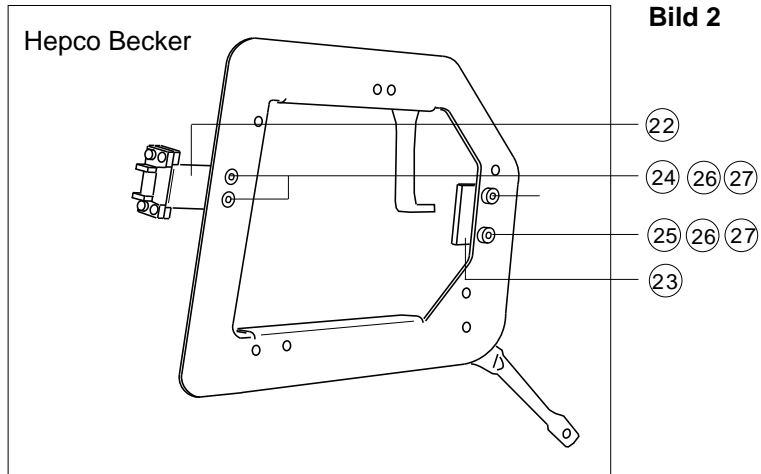

Bild 2
- 1b. **Montage für Hepco-Becker Koffer - (Bild2)** Anbringen der Spannwinkel(22) mit Senkschraube(24) M6x16, U-Scheibe(27) A6,4 und Mutter(26) M6.